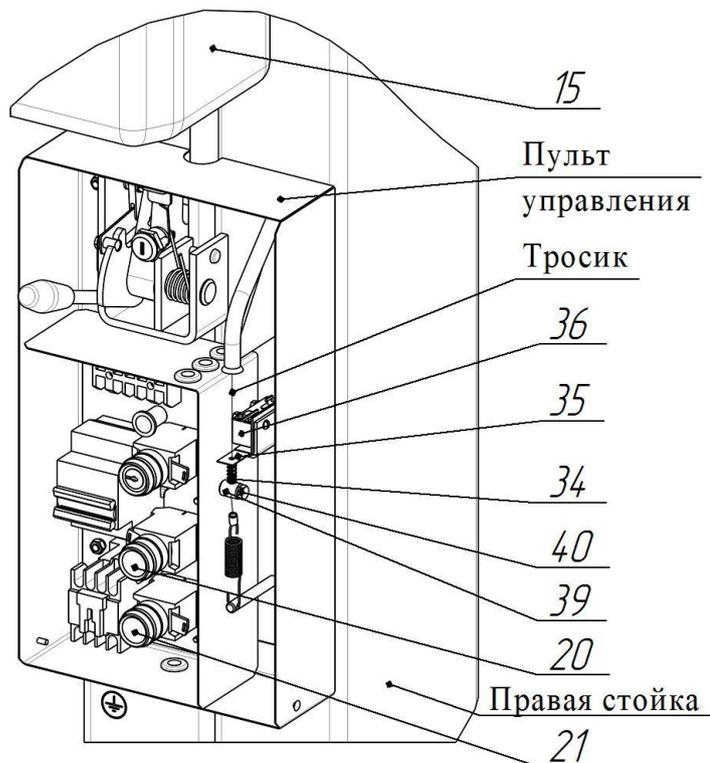

Рисунок 9 – Система автоматического отключения насосной станции при достижении каретки крайнего верхнего положения
6.12.1 Система автоматического отключения привода насосной станции 15 при достижении нижней части каретки 4 крайнего верхнего положения (~1745 мм от основания стойки) установлена и отрегулирована на предприятии-изготовителе (см. рисунок 9).